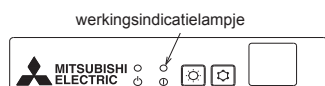

Fig. 9-4
9.3.2. Draadloze afstandsbediening [Alleen SLZ-KA-VAL(2)] (Fig. 9-4)
- ① Zet de afstandsbediening aan.
- ② Houd zowel MODE SELECT als TOO COOL op de afstandsbediening ingedrukt en druk op RESET.
- ③ Laat RESET los.
- ④ Laat de beide andere toetsen los. Na drie seconden worden alle items in het LCD-display getoond.
- ⑤ Verzend het signaal van de afstandsbediening door op ON/OFF (in werking/stoppen) op de afstandsbediening te drukken.